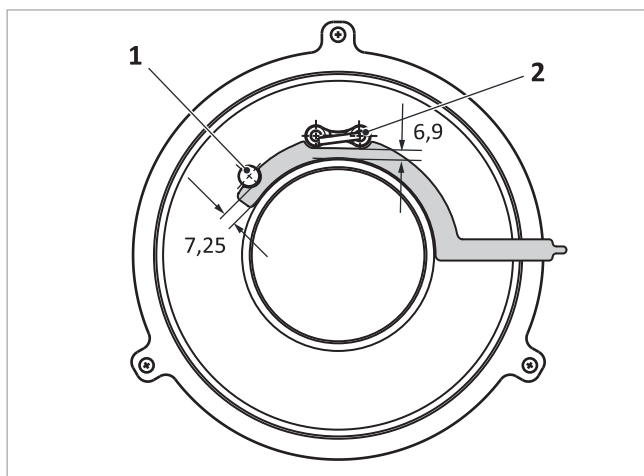

Fig. 32: distanze degli elettrodi di accensione e di ionizzazione dal vello del bruciatore
- elettrodo di ionizzazione → fig. 32 (1): 7,25 mm
- elettrodo di accensione → fig. 32 (2): 6,9 mm